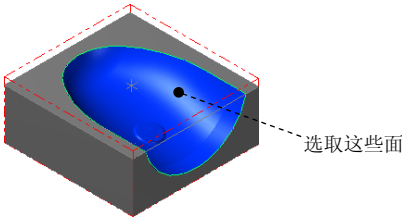

图 13.17 选取加工面
(1) 在图形区中选取图 13.17 所示的曲面（共 16 个），然后按 **Enter** 键，系统弹出“刀具路径的曲面选取”对话框。
(2) 单击 **边界范围** 区域中的  按钮，系统弹出“串连选项”对话框，采用“部分串联方式”选中 ☒ **接续** 复选框，在绘图区选取“边界 1”与“边界 2”，单击  按钮。
(3) 单击  按钮，系统弹出“曲面精加工交线清角”对话框。